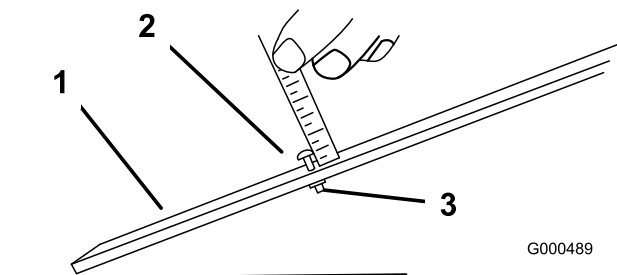

Figura 42
- Afloje la tuerca de la barra de ajuste (Figura 42) y ajuste el tornillo para la altura de corte deseada. La distancia entre la parte inferior de la cabeza del tornillo y la cara de la barra es la altura de corte.